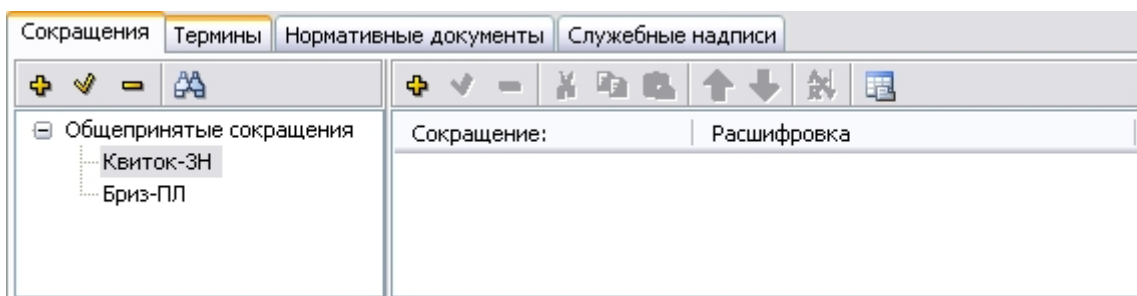

Рис. 7.11
2. Выделите категорию, в которую нужно скопировать сокращения (Рис. 7.11).